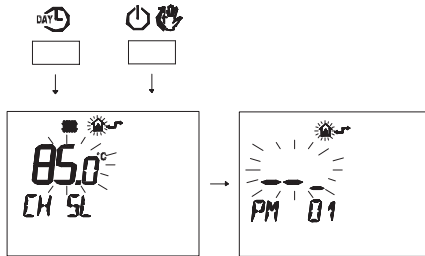

Figura 5.57
- Pulse simultáneamente los botones **DAY** y **ON/OFF** para entrar en la modalidad de programación transparente (Figura 5.57).